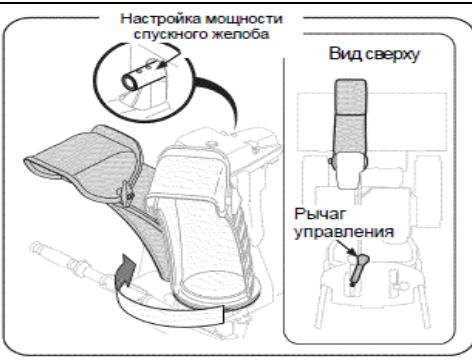

Рис. 5
5. Возьмитесь за рычаг управления джостика на панели управления и поверните так, что бы входное отверстие смотрело вперед и вручную поверните желоб для совмещения отверстии тяги. (См. Рис. 5).
**ВАЖНО:** Джостик должен слегка наклоняться в право. См. Рис. 5 и 6.